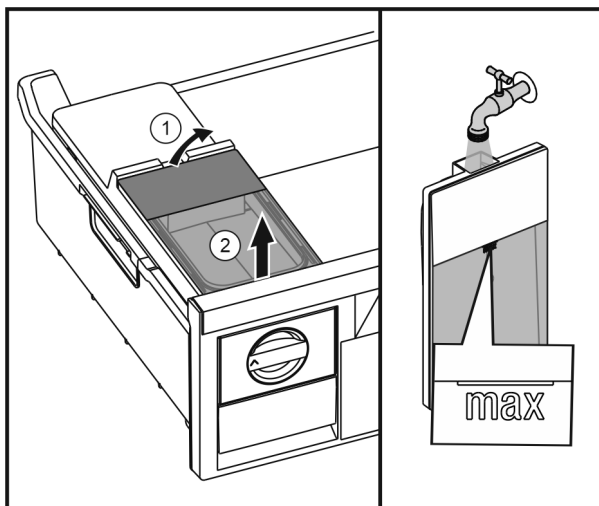

Fig. 37
- ▶ Lyft vattentanken bakifrån Fig. 37 (1) och ta ut den Fig. 37 (2).